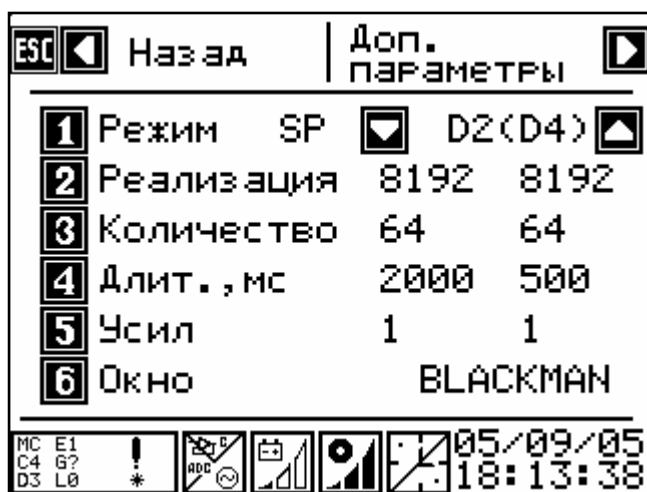

Рисунок 6.6
- кнопка **3** - переход в меню настроек параметров сбора данных (рисунок 6.6);
**6.7.1** Установка параметров сбора данных делится на 3 части и располагается в трех окнах. В **первом** окне (рис. 6.6) выбираются параметры каналов, длительность и частота сбора данных. В данное меню (рисунок 6.6) переход осуществляется по кнопке **3** из главного меню (рисунок 6.1).
- кнопка **ESC** – вернуться в предыдущее меню (рисунок 6.6);